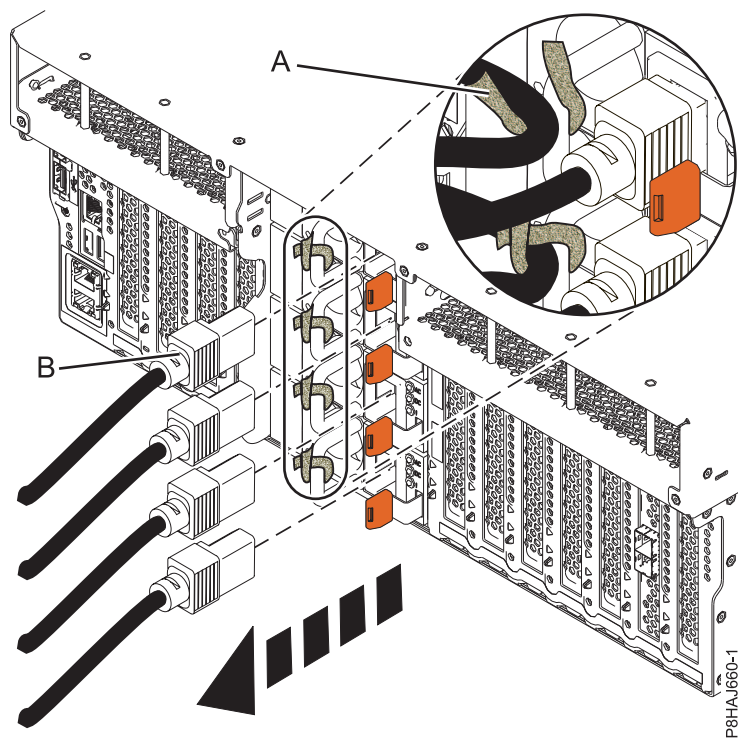
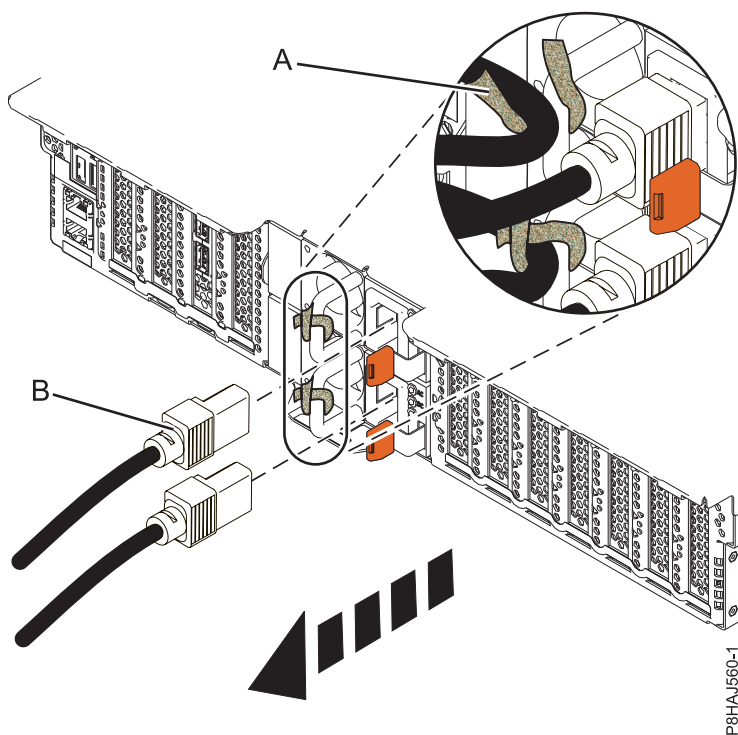
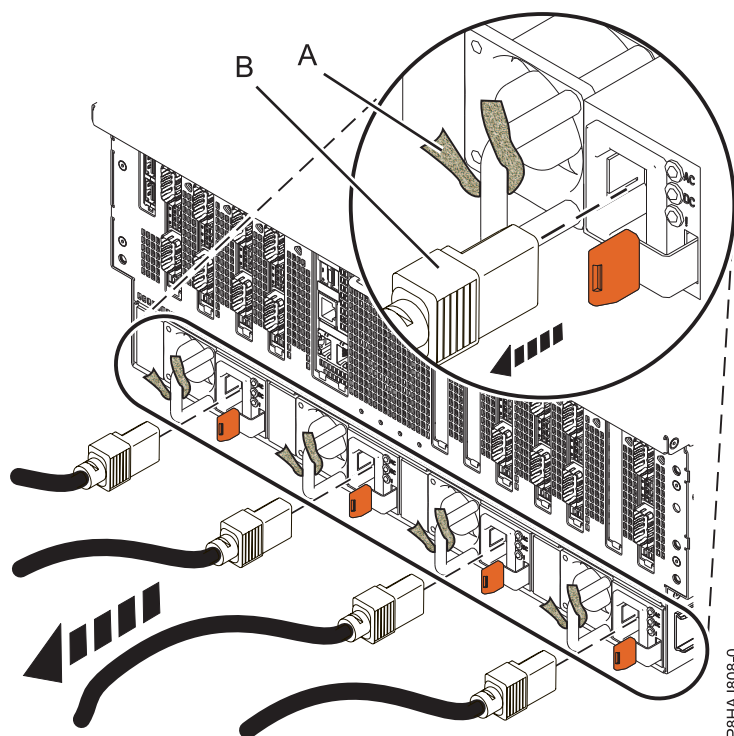

図 28. 8247-42L、8286-41A、または 8286-42A システムからの電源コードの取り外し
図 29. 5148-21L、5148-22L、8247-21L、8247-22L、8284-21A、または 8284-22A システムからの電源コードの取り外し
図 30. 8408-44E または 8408-E8E システムからの電源コードの取り外し
3. 電源コード **(B)** をシステム装置から切り離します。ご使用のシステムのタイプに応じて、46 ページの図 28、46 ページの図 29、または 47 ページの図 30を参照してください。